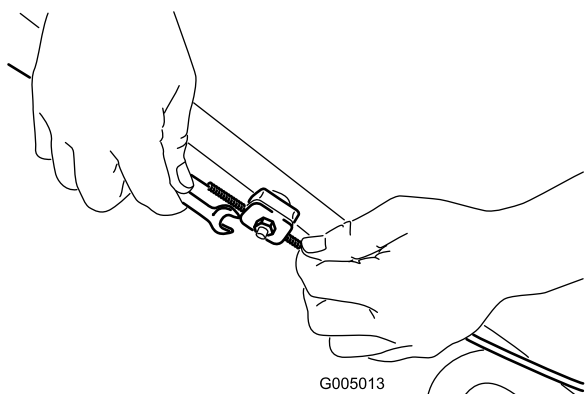

Figura 23
1. Allentate il dado del supporto cavo (Figura 23).